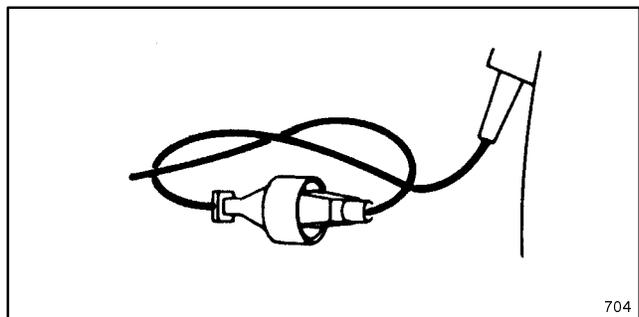

Figure 7
1. Raccorder le cordon d'alimentation et un prolongateur approprié comme illustré à la Figure 7.